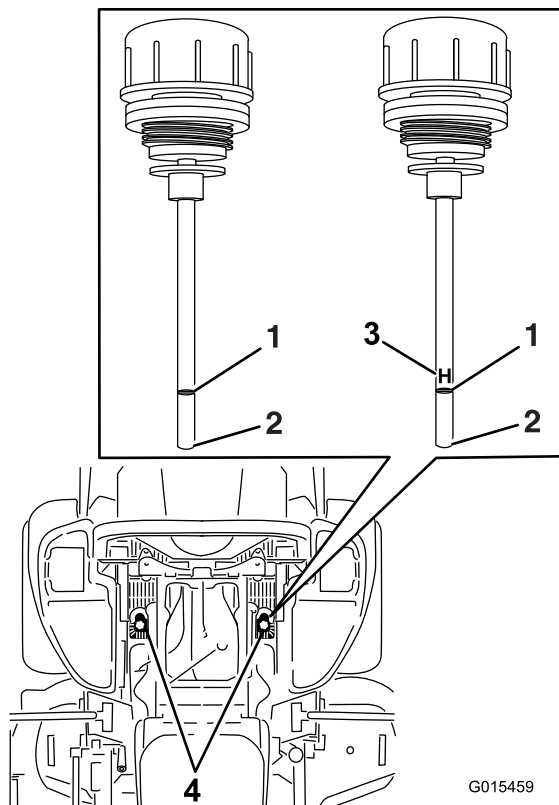

Figure 89
6. Nettoyez la surface autour des jauges des réservoirs du système hydraulique (Figure 89).
7. Sortez la jauge du réservoir hydraulique (Figure 89).
9. Ressortez la jauge et examinez l'extrémité (Figure 89). Si le niveau d'huile est au repère minimum, versez lentement la quantité d'huile qui convient dans le réservoir hydraulique pour faire monter le niveau jusqu'au repère maximum(**H**).